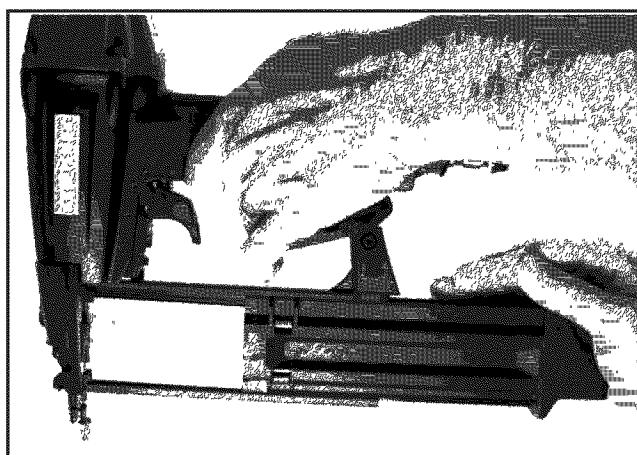

Figura 6- Cierre el depósito alimentador
- Deslice la cubierta del depósito alimentador hacia adelante hasta que el pestillo se abroche en su lugar, así bloqueando la cubierta del depósito alimentador (Ver la figura 6)